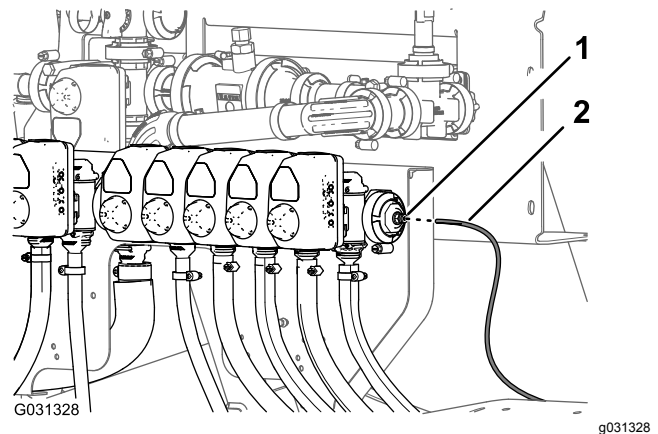

Figura 145
1. Alinee el extremo del tubo del sensor de presión (plástico) del indicador de presión del salpicadero con el anillo de bloqueo del acoplamiento del tubo (Figura 145).
2. Inserte el tubo del sensor en el anillo de bloqueo hasta que el tubo esté totalmente asentado (Figura 145).